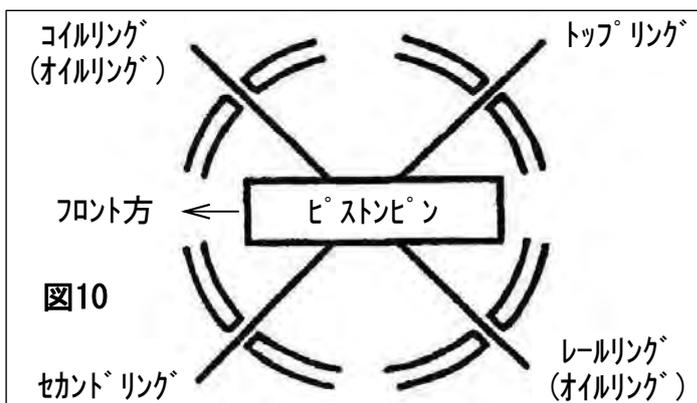

図10
6.3 図10の様にそれぞれのピストリングの合い口が重ならない様に位置を合せてください。